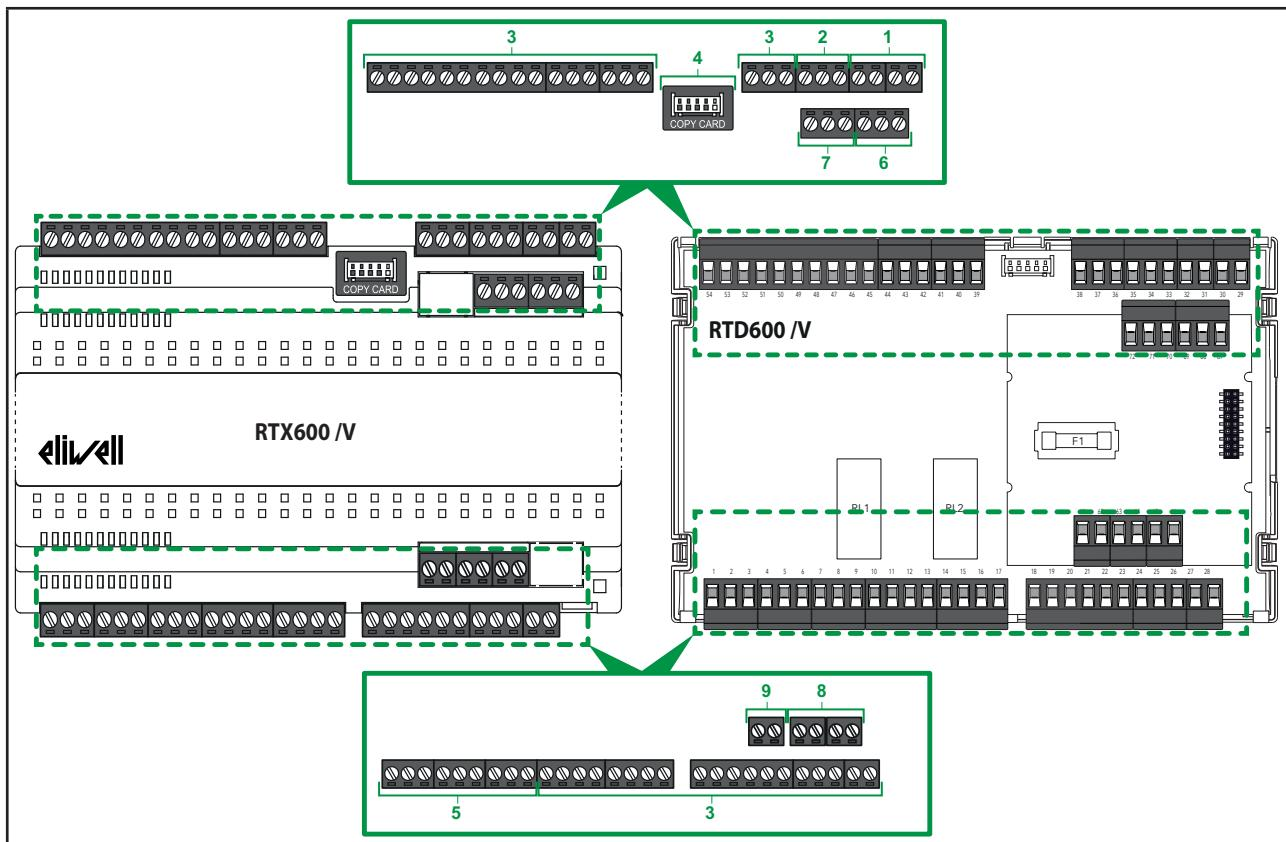

Рис. 4. Основные компоненты RTX-RTD 600 /V
**ПОМНИТЕ:** Рис. 4 на странице 16 показывает прибор RTX-RTD 600 /V со съемными блоками клемм.